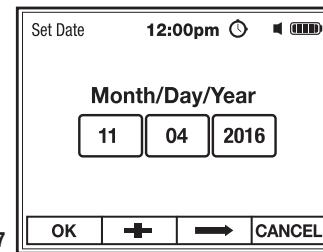

Fig. 27
2. Utilice el botón de función **F2 +** para establecer un valor numérico (resultado en rojo), (Fig. 27).
3. Utilice el botón **F3 ⇄** para seleccionar Mes, Día o Año (Fig. 27).
4. Pulse la tecla **F1 OK** para guardar la configuración y volver al Menú de Fecha/Hora (Fig. 27).